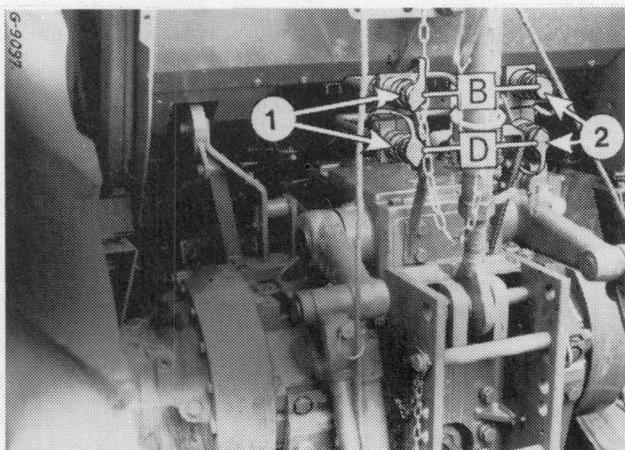

Figure 44
- 1 - Levier de commande de valve auxiliaire pour (1) fig. 44
- 2 - Levier de commande de valve auxiliaire pour (2) fig. 44